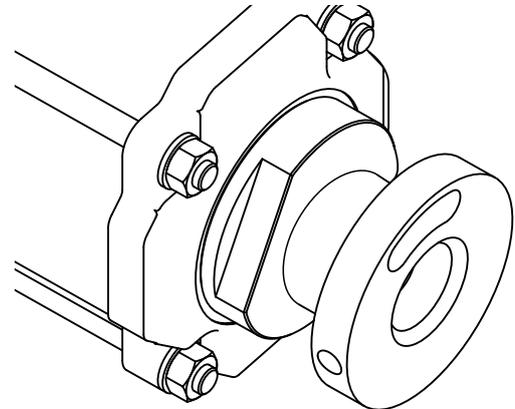

Fig.2-9 Ajustez la position fermée avec le manchon, puis serrez le contre-écrou.
- Ajustez la position fermée avec le manchon (→ Fig. 2-9). Serrez ensuite le contre-écrou.